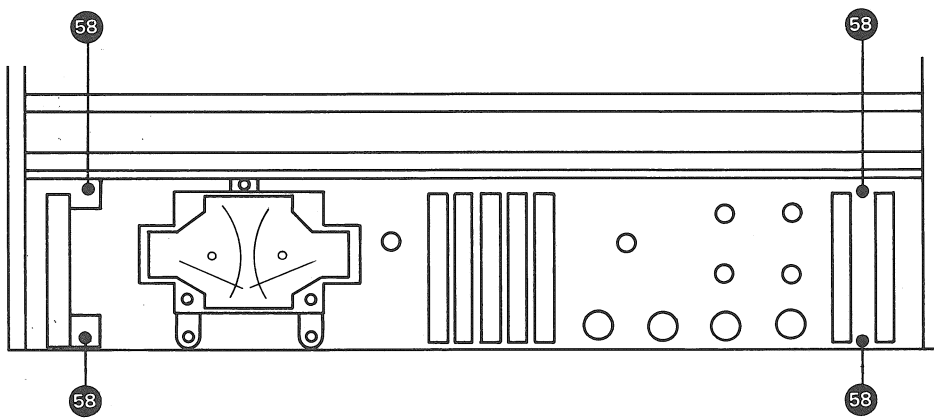

Fig. 3.22.-8
- auf richtige Lage und Kontaktgabe der Erdungsfedern (57) (Fig. 3.22. - 7) achten.
- Observe correct positioning of contact springs (57) (fig. 3.22. - 7) to ensure proper contact.
- Prendre garde au positionnement correct des ressorts de mise à la masse (57) (Fig. 3.22. - 7).
- alle (7) Steckverbindungen die zum Frontchassis führen, lösen.
- 4 Schrauben (58) (Fig. 3.22. - 8) des Frontchassis lösen.
- Beim-Einbau auf richtige Lage und Kontaktgabe der Erdungsfedern (57) achten.
- Disconnect all (7) plug-in connections which lead to the front chassis.
- Remove 4 screws (58) (fig. 3.22. - 8) from the front chassis
- During re-assembly observe correct positioning of earthing springs (57) to ensure proper contact.
- Débrancher les (7) raccords qui mènent à la partie frontale du châssis.
- Oter les 4 vis (58) (Fig. 3.22. - 8) de la partie frontale du châssis.
- Au remontage prendre garde à la position correcte des ressorts de masse (57) .